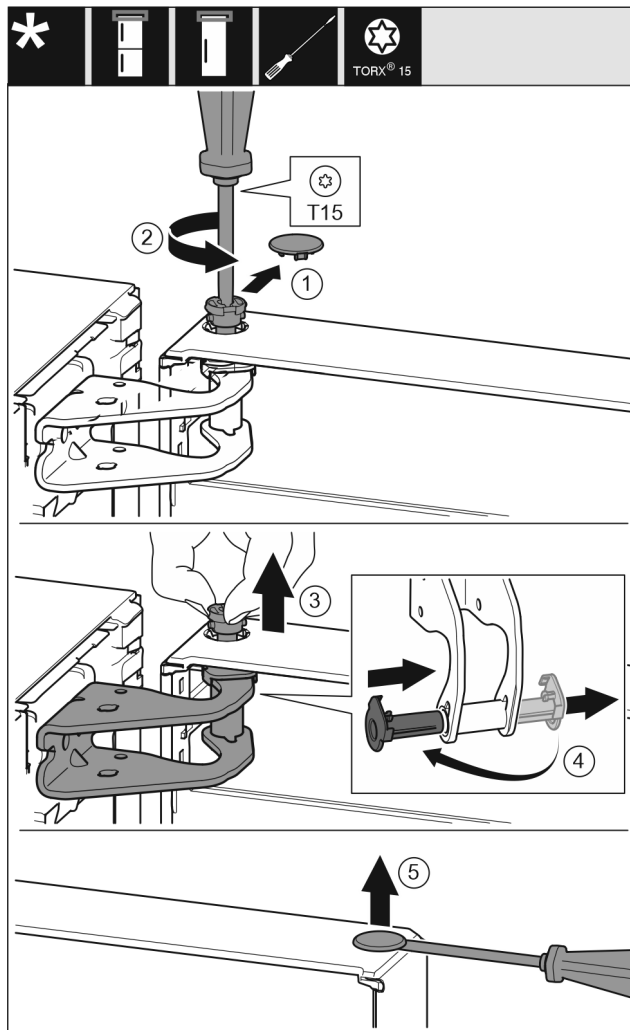

Fig. 6
- Atsargiai nutraukite apsauginę dengiamąją plokštelę. Fig. 6 (1)
- Šiek tiek išsukite varžtus atsuktuvu T15. Fig. 6 (2)
- Tvirtai laikykite duris ir ištraukite varžtą pirštais. Fig. 6 (3)
- Ištraukite guolio įvorę iš kreipiamosios. Įstatykite iš kitos pusės ir užfiksukite. Fig. 6 (4)
- Kaištį atsargiai pakelkite išdrožiniu atsuktuvu iš durų guolio įvorės ir jį ištraukite. Fig. 6 (5)